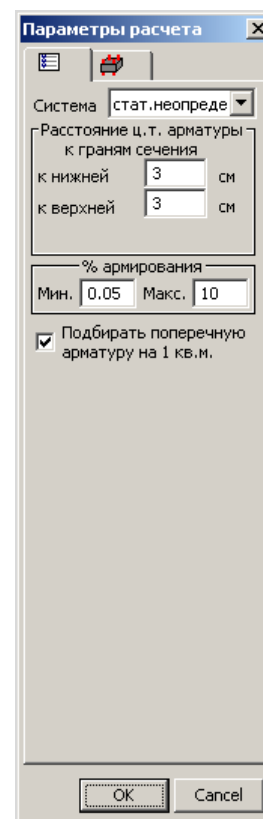

Рис.2.2.2. Окно диалога **Параметры расчета**
- Щелкните на закладке **Параметры расчета** (рис.2.2.2) и проанализируйте данные: